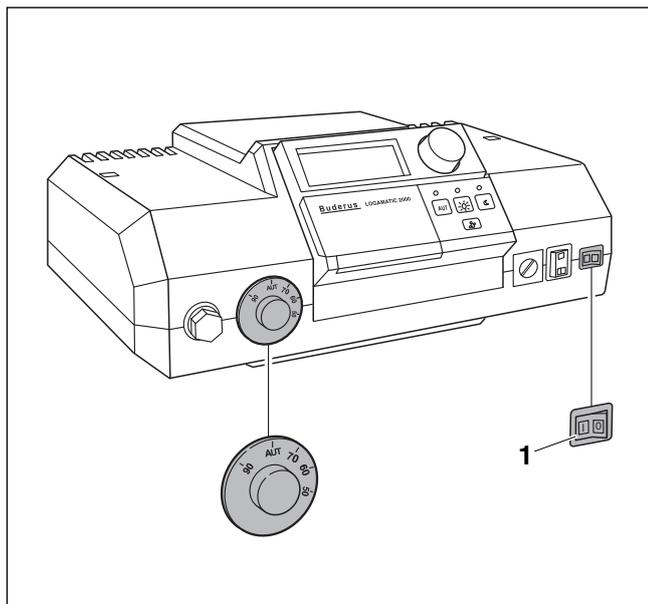
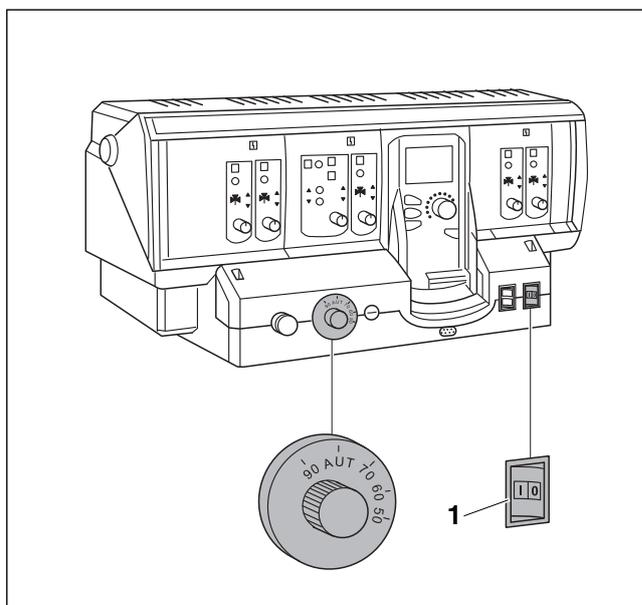

Рис. 35 Система управления Logamatic 2000
Рис. 36 Система управления Logamatic 4000
- ▶ Установить пусковой выключатель (→ рис. 35, [1] или рис. 36, [1]) в положение "0" (ВЫКЛ).